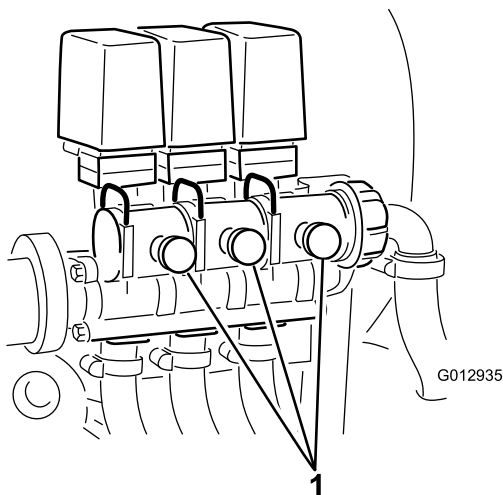

Bild 21
10. Stellen Sie das Sicherheitsventil der Ausleger (Bild 21) hinten am Auslegersteuerventil des Auslegers ein, den Sie abgestellt haben, bis der am Druckmanometer angezeigte Druck dem Wert in Schritt 7 entspricht.